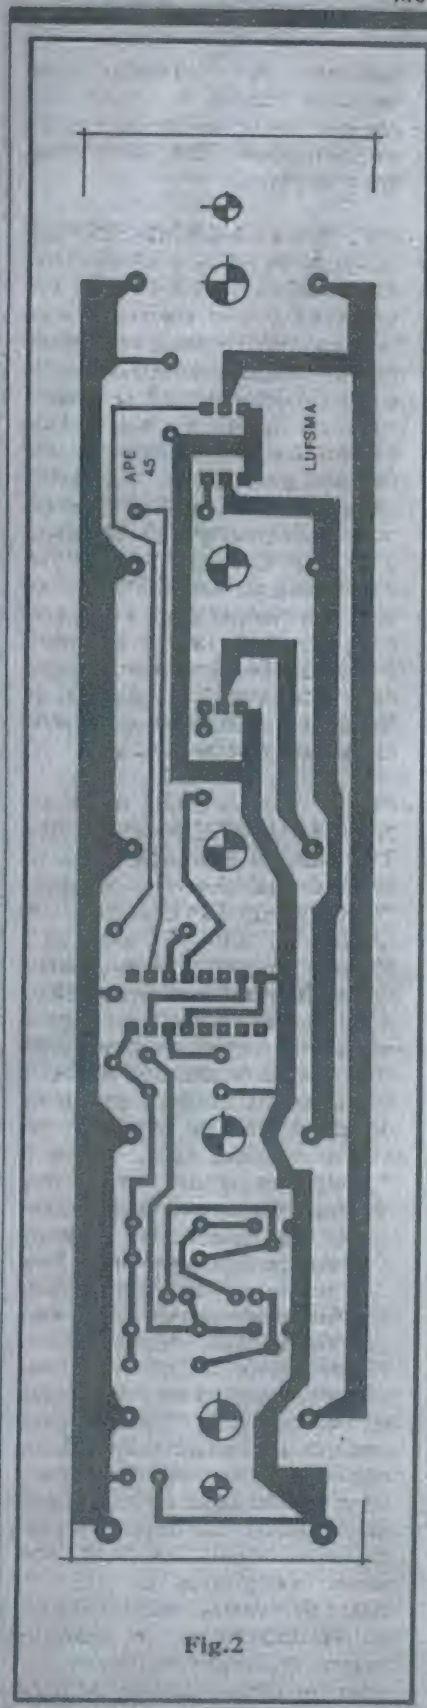

Fig. 2
- FIG. 2 - LAY OUT DO CIRCUITO IMPRESSO ESPECÍFICO - Em montagens do gênero, o lay out do Circuito Impresso constitui item muito importante, já que não só serve para disposição e interligação elétrica dos componentes, como também para dar o resultado "físico" e estético final do projeto! Desse modo, o padrão (em tamanho natural) mostrado na figura deverá ser rigorosamente respeitado, sob pena de surgirem problemas na montagem e na acomodação da placa, no final... Longa e estreita (já sugerindo, portanto, a própria forma final da LUF-SMA...) a placa não é complicada, contudo, no seu "desenho" de ilhas e pistas cobreadas. Observar os seguintes pontos: cinco furos de diâmetro relativamente grande, distribuídos em linha ao longo da faixa central, dois furos um pouco menores, nos
lâmpadas e soquetes) é leve, a fixação ficará boa, bastando o uso dos furos centrais extremos (ver fig. 2). Observar ainda que o uso de afastadores permitirá que os pinos retráteis das bases dos soquetes eventualmente sobressaíam pelo lado cobreado da placa, sem (e isso é importante...) encostar na carcaça de alumínio do perfil em "U"...